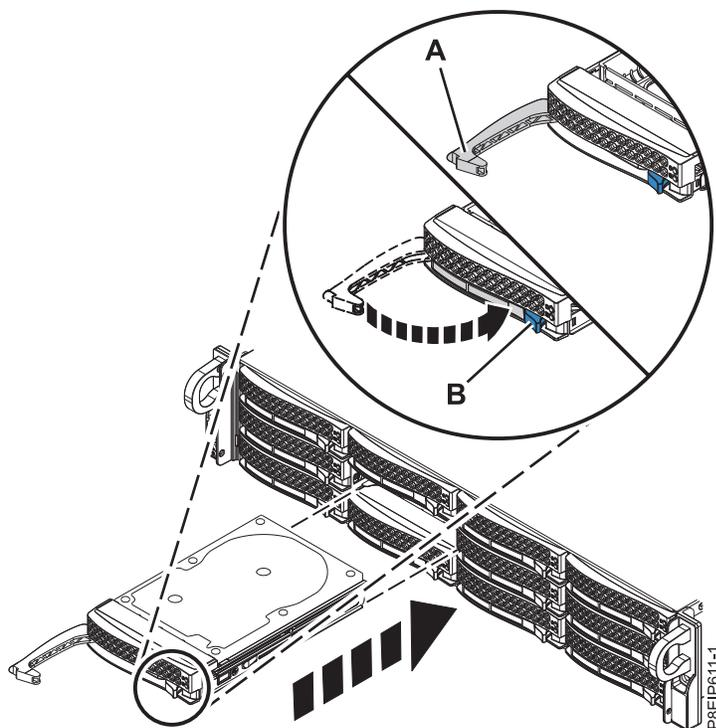

Figura 77. Detalhe da trava da unidade de disco
3. Trave a alça do compartimento de unidade (A) empurrando a liberação da alça até que ela trave em (B) conforme mostrado na Figura 77 na página 113.